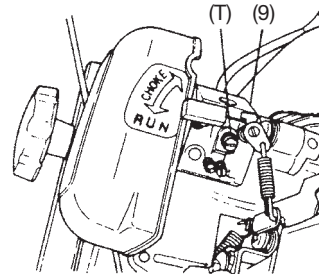

Abb. 6
5. Vergasereinstellung (Abb. 6)